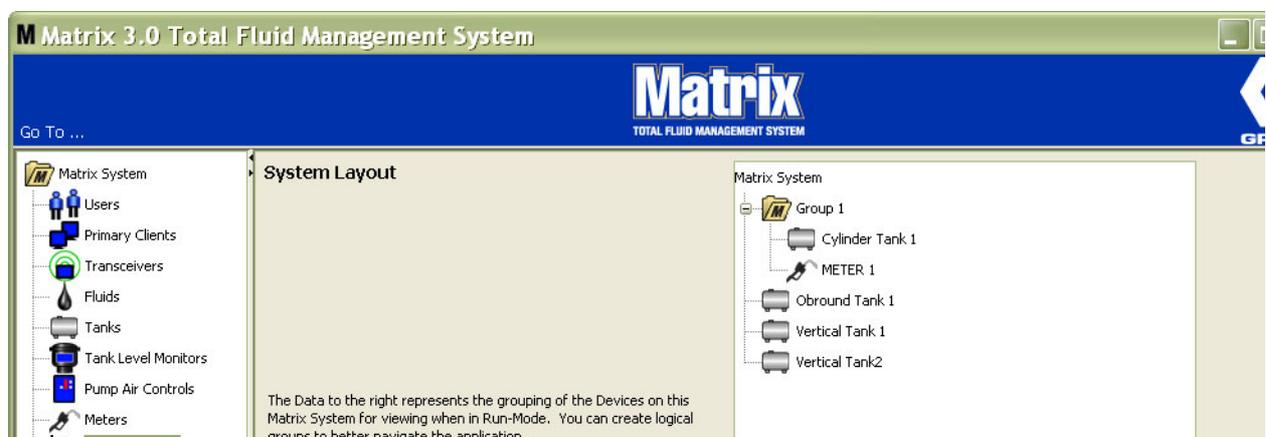

FIG. 132
12. Lorsque vous aurez fini de créer ou de modifier les dossiers de groupe, cliquez sur "OK pour" fermer l'écran et enregistrer les modifications. Le ou les groupes que vous avez créés sont affichés dans la colonne système Matrix (FIG. 132).